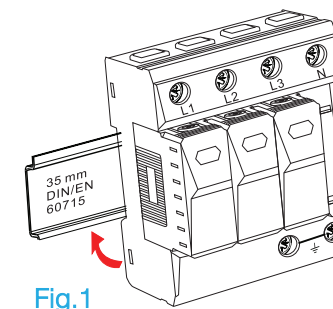

Fig.1
- 2 Installare il dispositivo su un binario DIN 35 mm posizionando l'incavo superiore del dispositivo sul bordo superiore del binario DIN. **Fig.1**
- 3 Spingere in basso finché l'incavo in basso al dispositivo si inserisca nella guida DIN. **Fig.1**
- 2 Install the device on DIN 35 rail placing the device's upper recess on the top edge of the DIN rail. **Fig.1**
- 3 Push down the device until the device's lower recess fits into the DIN rail. **Fig.1**